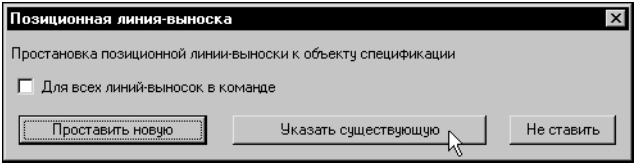

Рис. 57.24. Диалог **Позиционная линия-выноска**
6. Нажмите кнопку **Указать существующую** (рис. 57.24).
8. Введите в колонку *Количество* обоих объектов значение 4. В диалогах **Позиционная линия-выноска** каждый раз нажимайте кнопку **Указать существующую** (рис. 57.24).